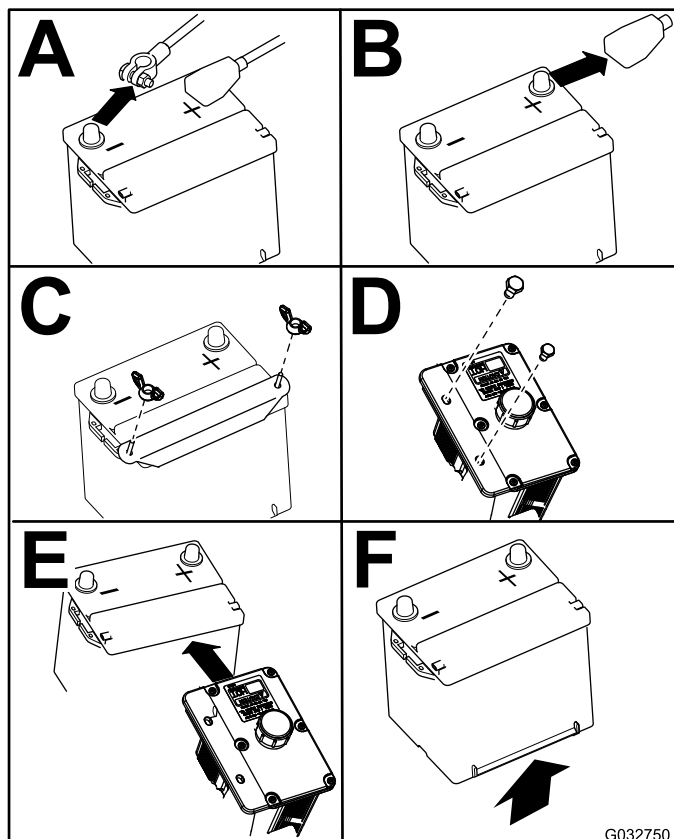

Figura 42
4. Retire la batería, según se muestra en Figura 42.